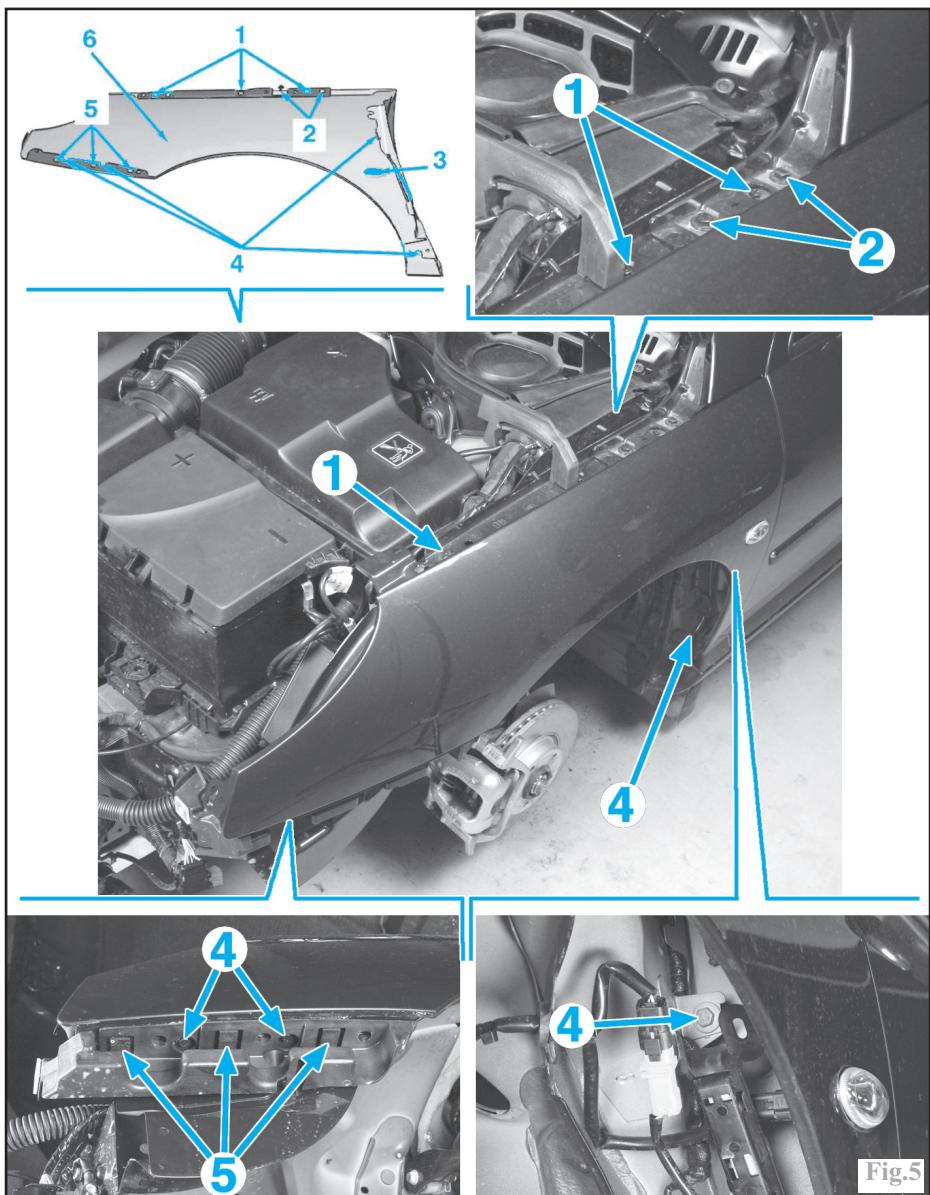

Fig.5
Desserrer sans déposer la vis de fixation (2) de la partie AV du mécanisme d'articulation de capot moteur (Fig.5).